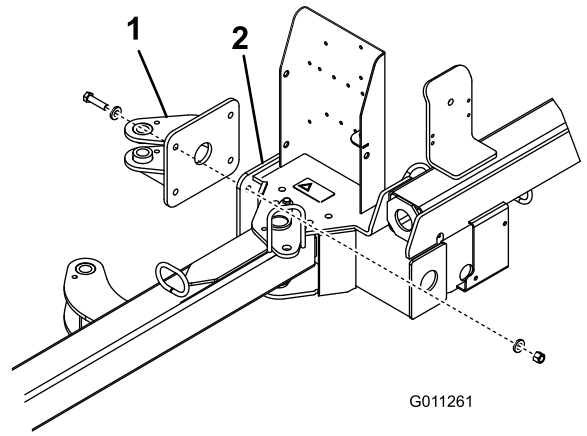

图5
1. 用 4 个螺栓（ $\frac{1}{2}$  x 2 英寸）、8 个扁平垫圈（0.531 x 0.063）和 4 个锁紧螺母（ $\frac{1}{2}$  英寸）将后提升器凸耳固定到清扫车机架上。如 图5 所示，固定各组件的位置。